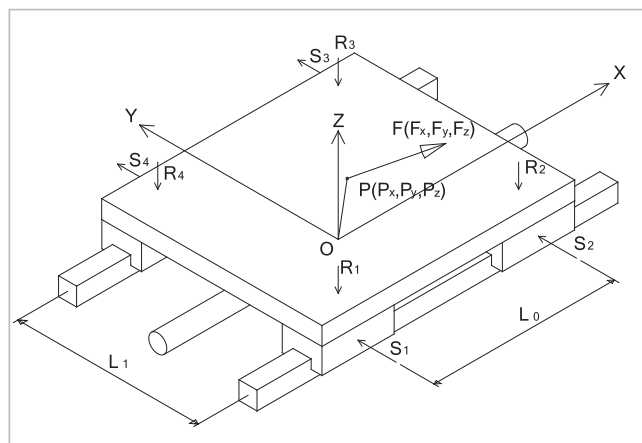

図2-2
(2) 作用荷重の方向、外力を3つの各方向の分力に分けます、図2-2の中で F_x 、 F_y 、 F_z のように。
(3) 作用点は図2-2のように、XYZの推力の中心を原点とします。